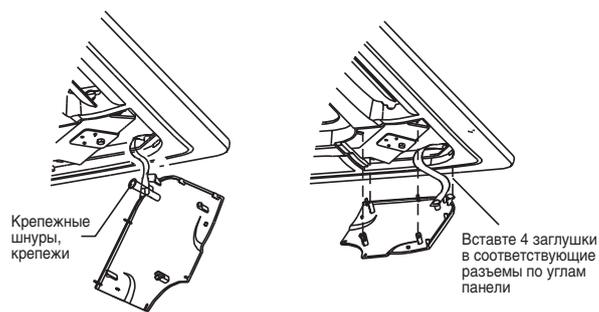

Рис. 2.19
- 8) Установить заглушки по углам панели (рис.2.19)